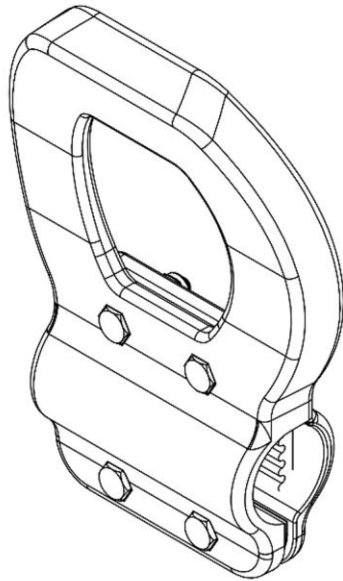

Fig. 1a
- fig. 1a – uchwyt w widoku perspektywicznym z przodu od góry w pierwszej odmianie;